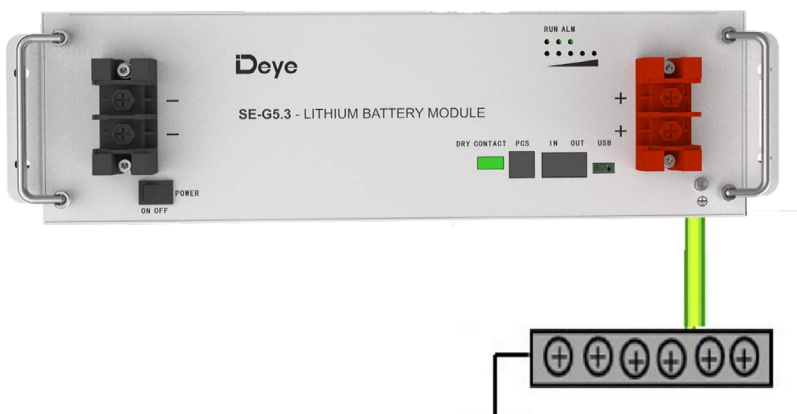

Figura 5-1: Instalação do fio de aterramento
- * Os terminais de alimentação, como “+” e “-”, do módulo são cobertos pela tampa protetora para evitar curto-circuito (mostrado na Figura 5-1).